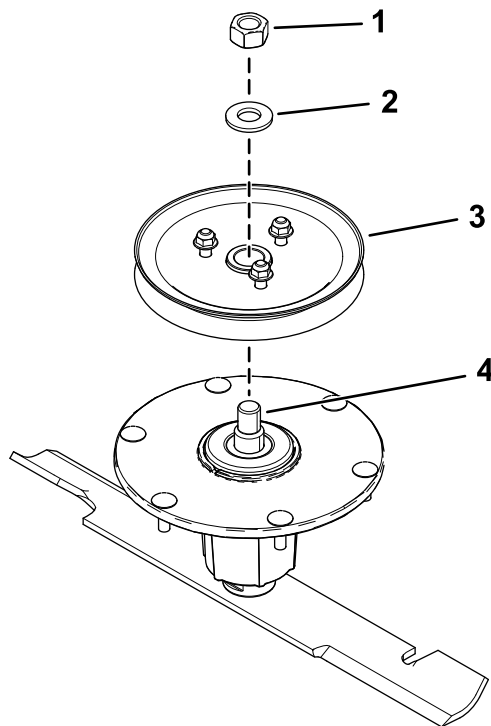

Figure 8
4. Fixez la roue à gorge sur l'axe avec la rondelle et l'écrou supérieur (Figure 8).